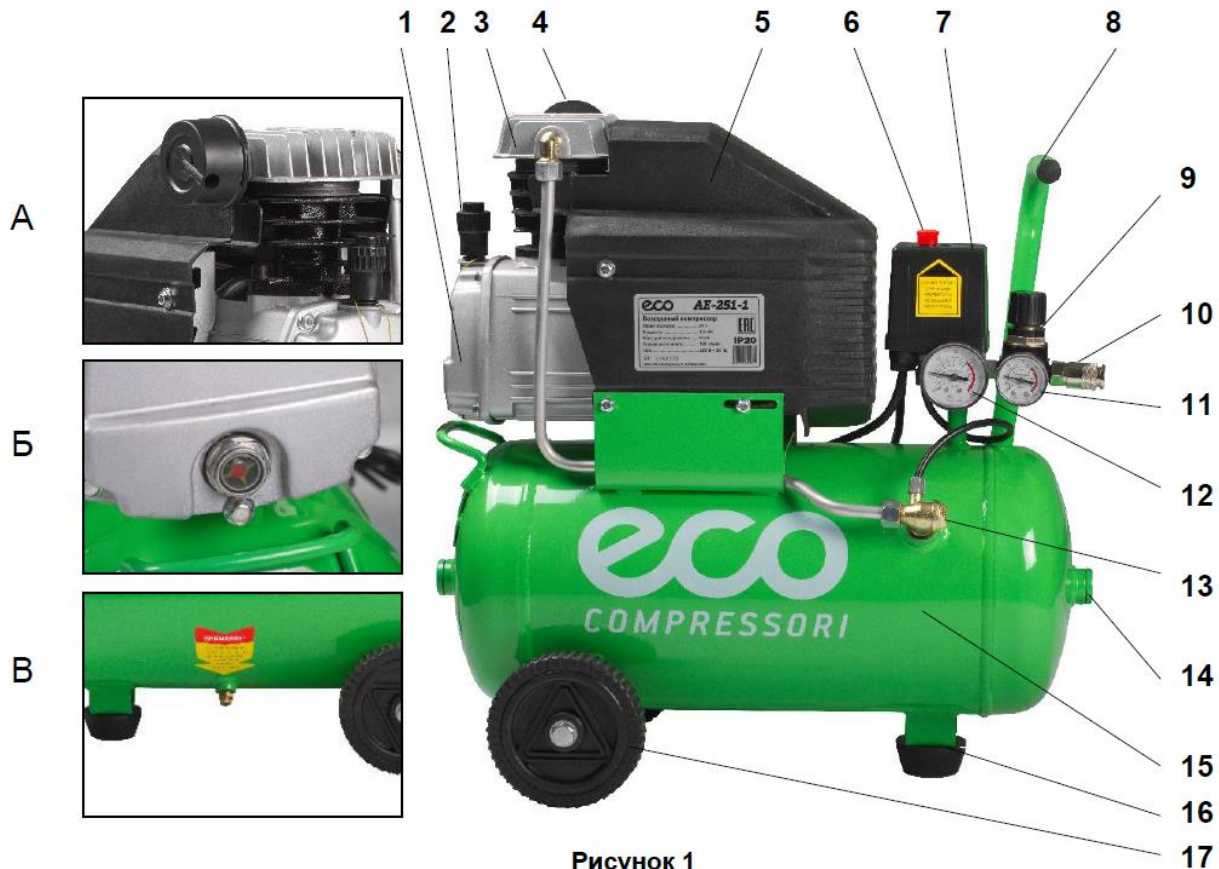

Рисунок 1
Проверьте уровень масла. Он должен быть на уровне "красной точки" контрольного глазка (см. рисунок 1 Б) или чуть выше него. При необходимости долейте масла, отвинтив сапун 2 (см. рисунок 1) на крышке картера. Помните, что после первых 50 часов работы следует полностью заменить масло одним из типов, в указанных в таблице (п. 5.4).
Убедитесь, что на компрессоре установлено защитное ограждение 5, и переключатель 6 находится в выключенном положении (см. рис.1).
После завершения вышеперечисленных операций компрессор готов к эксплуатации. Проверьте, чтобы переключатель 6 (см. рисунок 1) находился в положении «OFF».
При первом запуске компрессора, оставьте его поработать на время приблизительно 5 минут с полностью открытыми кранами выпуска воздуха. По истечении этого времени, закройте кран и проверьте, чтобы компрессор нагнетал воздух в ресивер 15 (рисунок 1) и останавливался автоматически по достижении максимального давления, указанного на компрессоре, а также на индикаторе манометра.
После первых 5 часов работы компрессора проверьте и при необходимости подтяните винты головок цилиндров компрессорной группы 3 (см. рис. 1). В результате теплового расширения металла цилиндров компрессора затяжка винтов может быть ослаблена. Для предотвращения срыва витков резьбы в цилиндрах компрессора, при затягивании винтов не прилагайте чрезмерного усилия.
ВНИМАНИЕ! Реле давления (прессостат) 7 (рис. 1) отрегулировано изготовителем, и не должно подвергаться регулировкам со стороны пользователя.
При помощи регулятора давления 9 (рисунок 1), установите требуемое значение: при повороте ручки по часовой стрелке давление увеличивается, при повороте против часовой стрелки – уменьшается.
Значение давления указано на манометр 11 (рисунок 1).
Для быстрого и полного слива масла из картера 1 (см. рисунок 1), смену масла проводите пока компрессор не остыл.
- Отвинтите сливную пробку (см. рисунок 1 Б) и слейте масло в емкость.